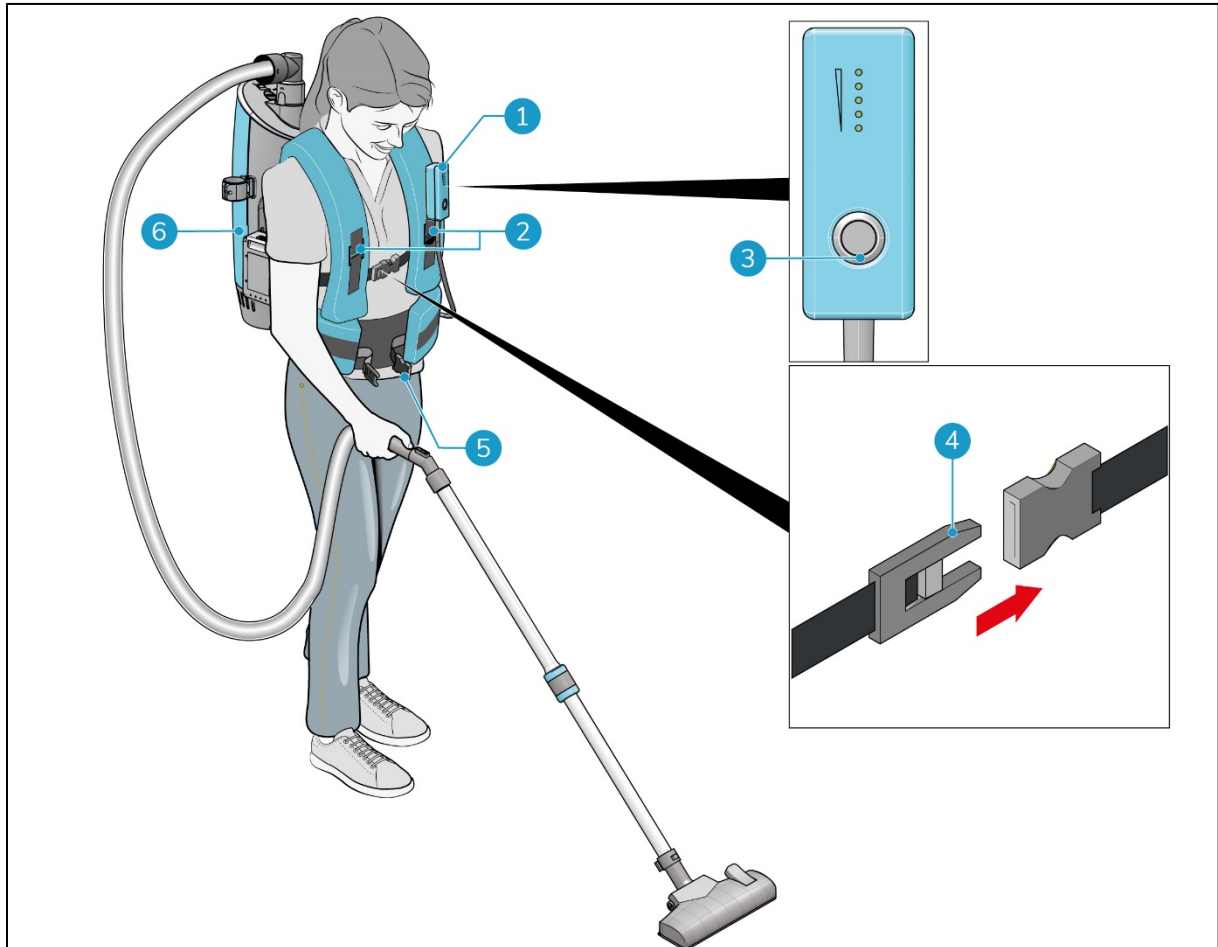

Figura 15
5. Colócate la i-move 2.5B® en la espalda (Figura 15, pos. 6).
6. Cierra la correa de la cintura, ajústala hasta que se quede cómoda (Figura 15, pos. 5).
7. Aprieta las 2 hebillas hasta que se ajusten cómodamente (Figura 15, pos. 2).
8. Abrocha la hebilla por la parte delantera (Figura 15, pos. 4).
9. Engancha el mando a distancia en la cintura o en una de las hebillas (Figura 15, pos. 1).
10. Presiona el botón ON/OFF (Figura 15, pos. 3) para encender la i-move 2.5B.
1. Pulsa el interruptor ON/OFF (Figura 15, pos. 3) para apagar la i-move 2.5B®.
2. Suelta la hebilla en la parte delantera (Figura 15, pos. 4).
3. Suelta las dos hebillas (Figura 15, pos. 2).
4. Abre la correa de la cintura (Figura 15, pos. 5).
5. Retira el mando a distancia de la cintura o de una de las hebillas (Figura 15, pos. 1).